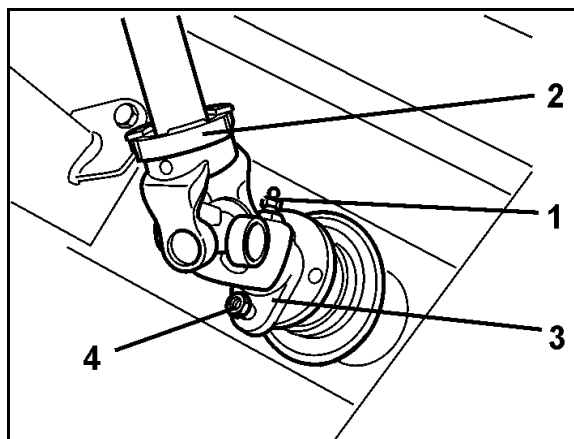

Fig. 82
1. Løsn den koniske smørenippel (Fig. 82/1) i koblingsnavet (Fig. 82/2) på kraftoverføringsakslen.
2. Fjern brydebolten (Fig. 82/4) mellem kraftoverføringsakslens gaffelflange (Fig. 82/3) og flangen til gearrets indgangsaksel.